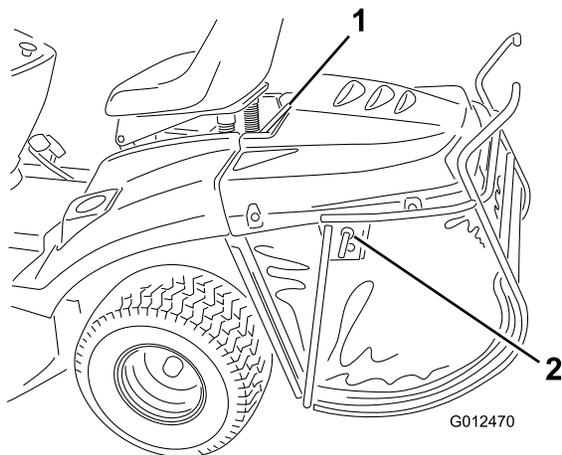

Bild 37
1. Arretieren Sie den Arretierbolzen am Heckfangsystem (Bild 37).
2. Heben Sie das Heckfangsystem mit der oberen Stützleiste an (Bild 37).